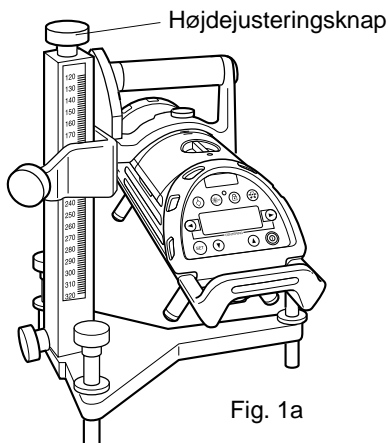
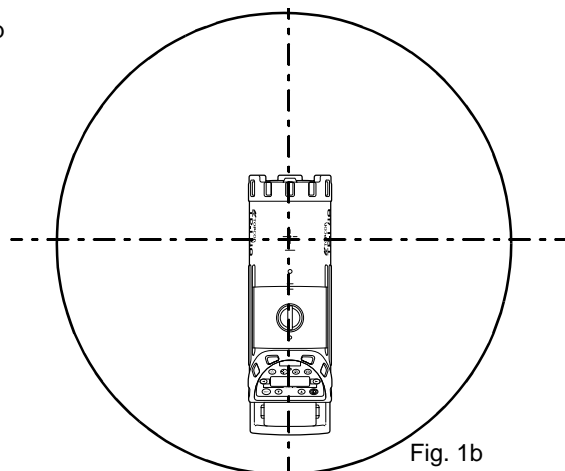
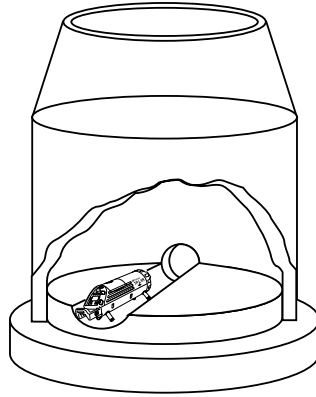

Fig. 1a
Fig. 1b
Fig. 1c
- 1 Sæt TP-L4G/A/B/BG på trefodsstativet (Fig. 1a), og placér placér lysdioden over rørets centerlinie eller bund i centrum af mandehullet (Fig. 1b). Ved hjælp af tre nivelleringskrue justeres laservinklen i den retning, der er angivet på displayet, indtil bobleindikatoren er i centerposition. For forstøbte bunde skal den tilsvarende dimensionerede sokkel fastgøres, og laseren skal indstilles i centrum af bunden (Fig. 1c).